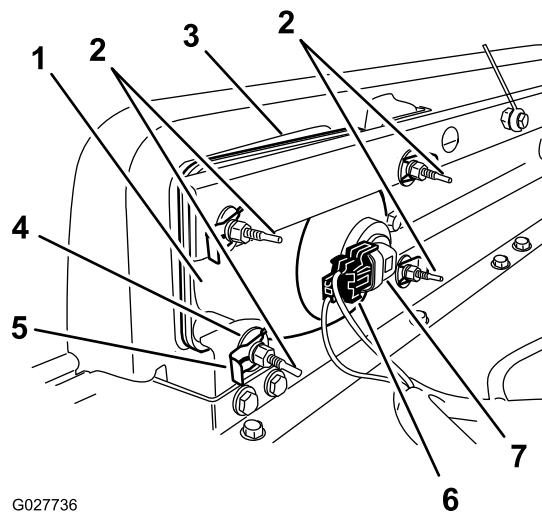

Рисунок 41
3. Отсоедините электрический разъем жгута проводов от разъема лампы в сборе (Рисунок 41).
4. Снимите быстродействующие зажимы и шайбы крепления фары к кронштейну (Рисунок 41).
5. Снимите фару в сборе, подавая ее вперед сквозь отверстие в переднем бампере (Рисунок 41).
6. Вставьте новую лампу через отверстие в бампере (Рисунок 41).
8. Подсоедините электрический разъем жгута к разъему узла лампы (Рисунок 41).
2. В задней части узла передней фары поверните регулировочные винты (Рисунок 41), чтобы повернуть фару и изменить положение луча.